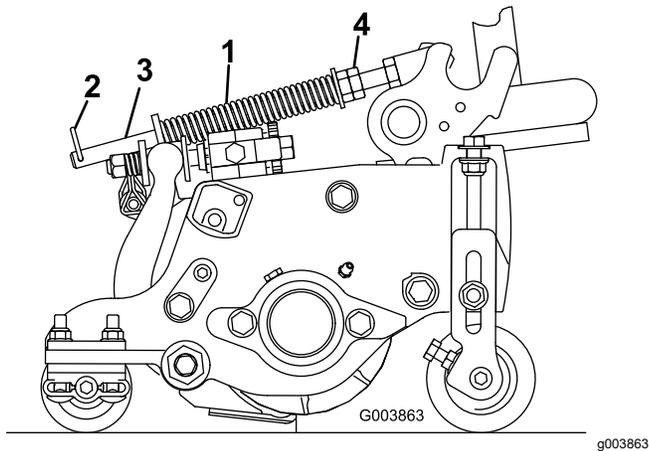

图 50
草坪补偿弹簧图 50 可将重量从前滚筒转移至后滚筒。这有助于减少草坪的波动图形也称为波浪形或摆动形。
1. 确保发卡销安装在弹簧杆的后孔内图 50。
2. 拧紧弹簧杆前端的六角螺母直至压缩后的弹簧长度为 159mm 请参阅图 50。